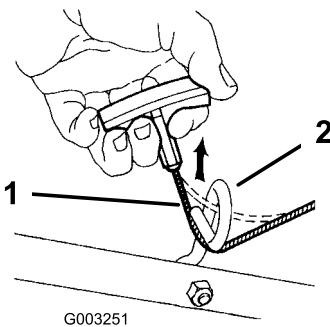

Figure 7
- Support de guidon (2)
- Faites passer le câble du lanceur dans le guide-câble sur le guidon (Figure 7).